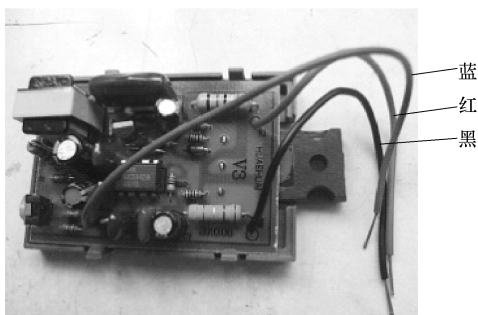

图 3-13 串并联通用型开关电源维修模块
1) 对于串联型开关电源，应选用串联型代用开关电源模块。目前此类模块不多，可选用串并联通用型开关电源模块进行代换。图 3-13 所示为一款三线串并联通用型开关电源维修模块（V3）。此模块只有红、黑、蓝三根线。